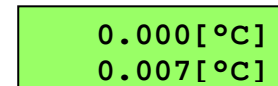

Рис. 13
3.2.5 В первой строке будут отображаться результаты измерений 1 канала, во второй строке - 2 канала. Рис. 13. При помощи кнопки “→” требуемое разрешение прибора из ряда: 0,1 °С, 0,01 °С, 0,001 °С. При помощи кнопки “↑” задать время измерений: 0,3 сек., 2,5 сек., 2,5 сек. с включенным цифровым фильтром.